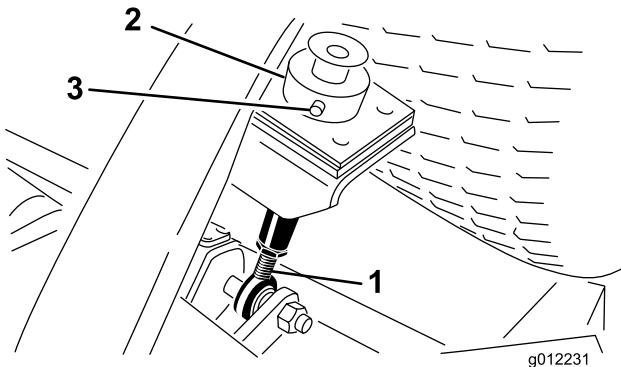

図 9
5. カッティングユニット後部で、刈高ロッドに刈高カラーを固定しているヘアピンとクレビス・ピンを外す（図 9）。